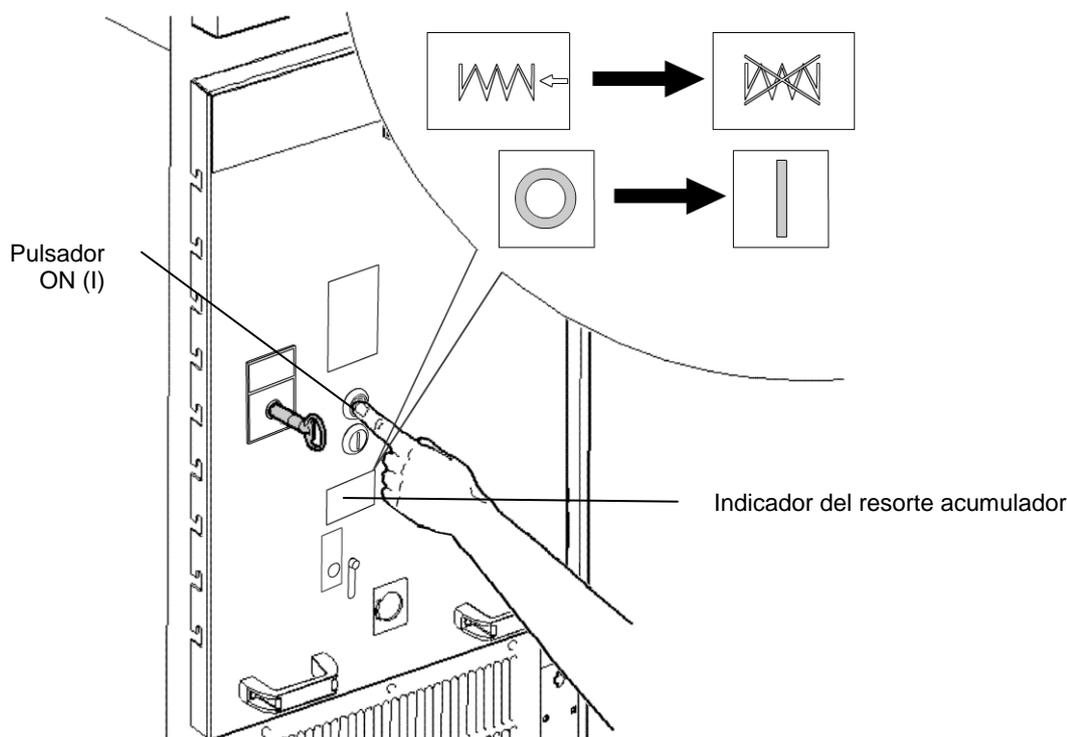

Figura 6.10
6. Cerrar el interruptor automático. Para ello, accionar el pulsador de cierre ON (I) de la puerta de la celda (véase la figura 6.10). El indicador del resorte acumulador pasa a "DESCARGADO", el indicador de posición pasa de OFF (O) a ON (I). (Véase la figura 6.10).